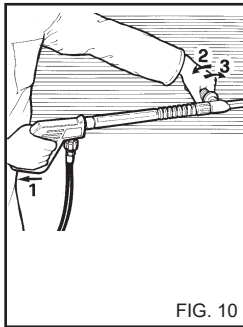

FIG. 10
**USO DELLA LANCIA DOPPIA (fig.10). (Se presente)**